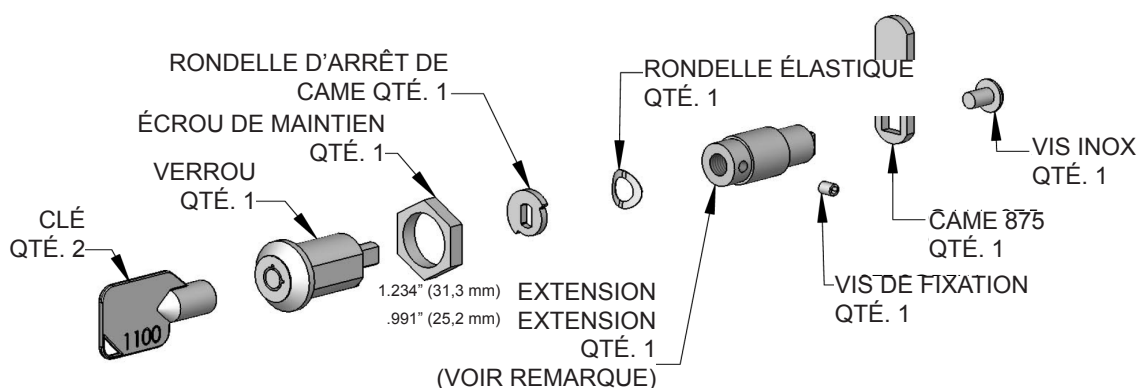

Figure 32
Deux (2) extensions de verrouillage sont fournies avec le verrou. Utilisez l'extension la plus longue pour un panneau de revêtement d'épaisseur $\frac{3}{4}$ " et la plus courte pour un panneau d'épaisseur $\frac{5}{8}$ ". Assemblez l'extension de verrouillage, une rondelle d'arrêt de came, une rondelle élastique et une vis de fixation sur le verrou comme montré aux Figures 32 et 33.